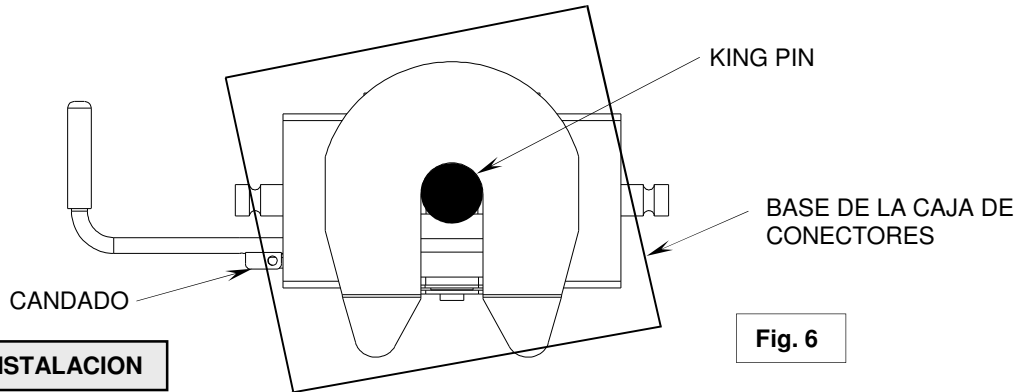

Fig. 6
¡No use este enganche para remolcar un remolque con un caja de conectores que podría hacer contacto o interferir con el candado o la lengüeta de la manija cuando esté girando! (Ver Fig. 6) Si la caja de conectores hace contacto con la manija del enganche, lengüeta, o el candado cuando se está girando, el remolque podría desengancharse
2. Con los gatos del remolque, ajuste la altura del remolque siguiendo las instrucciones en el manual del remolque de manera que la base de la caja de conectores del remolque ("A" en Fig. 6) esté 1/2 a 1 pulgada debajo de la placa de deslizamiento (Ver "B" en Fig. 8). Durante la maniobra de enganche, la base de la caja de conectores del remolque debe hacer contacto con la rampa de la placa de deslizamiento ("C" en Fig. 8).